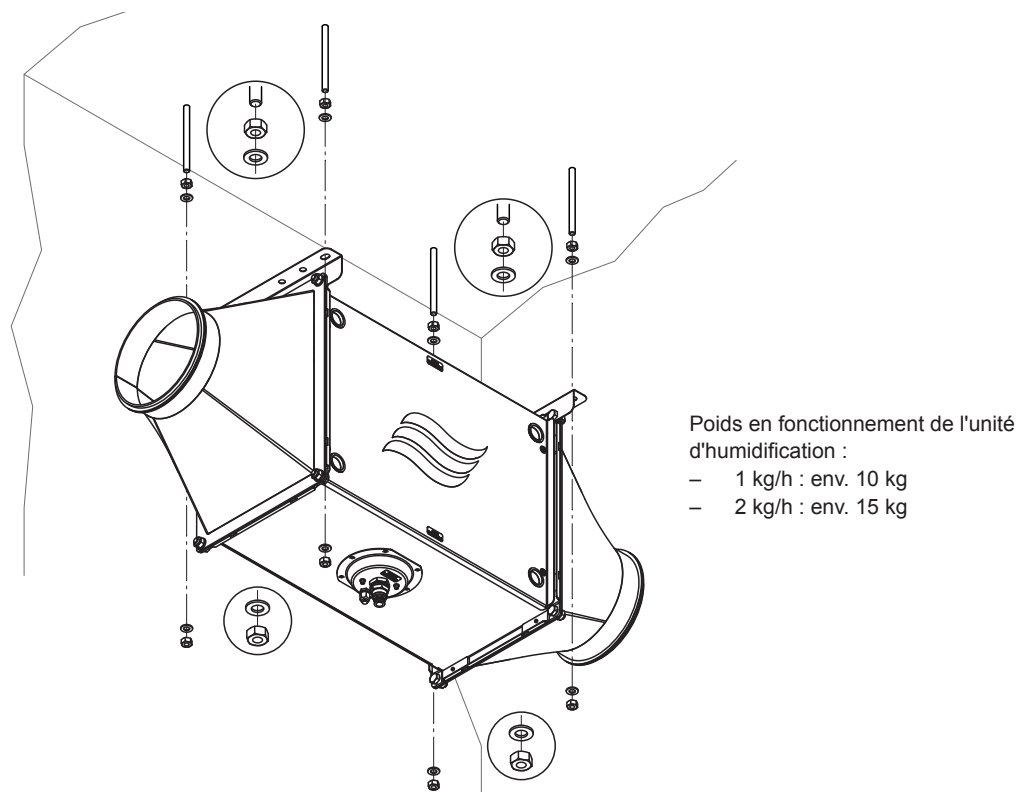

Fig. 12: Fixer le caisson de l'humidificateur aux tiges filetées
**Important :** Le point de fixation doit présenter une résistance et une stabilité suffisantes (voir poids Fig. 12) !
2. Fixer le caisson de l'humidificateur aux tiges filetées au-dessus des équerres avec les écrous M8 et les rondelles, comme illustré dans Fig. 12.